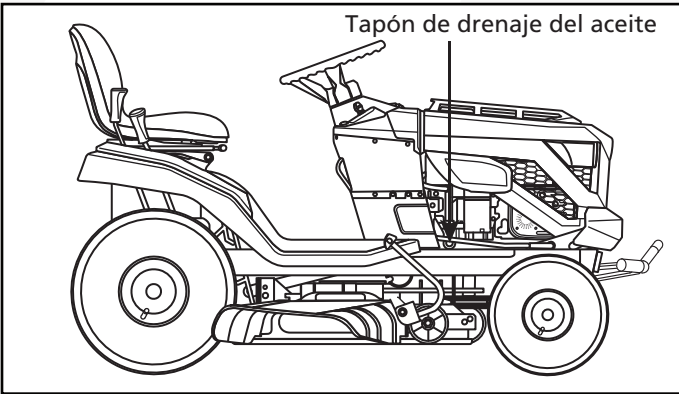

Fig. 36
1. Coloque la unidad en una superficie nivelada como se muestra en la Fig. 36.